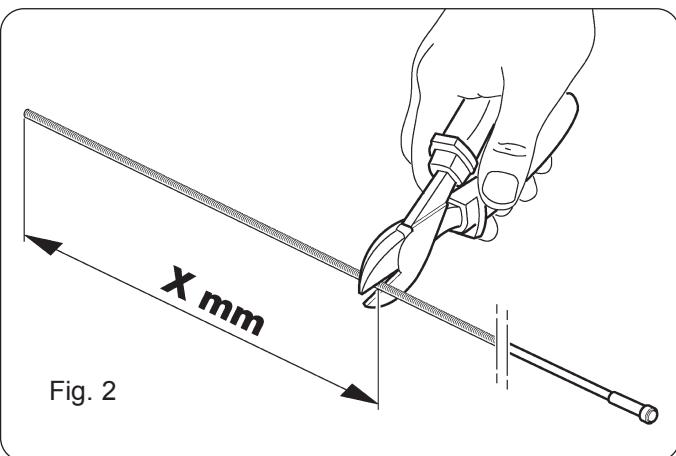
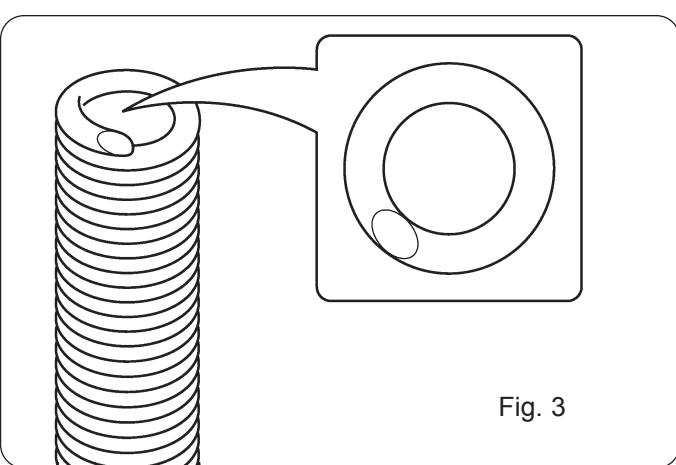

Fig. 2
Fig. 3
- Sfilare la guaina, tagliare la parte terminale della misura precedentemente rilevata (vedi fig.2). Il taglio deve essere eseguito con un utensile molto affilato, in modo da non procurare bave che ostruiscano il passaggio del filo (vedi fig.3).